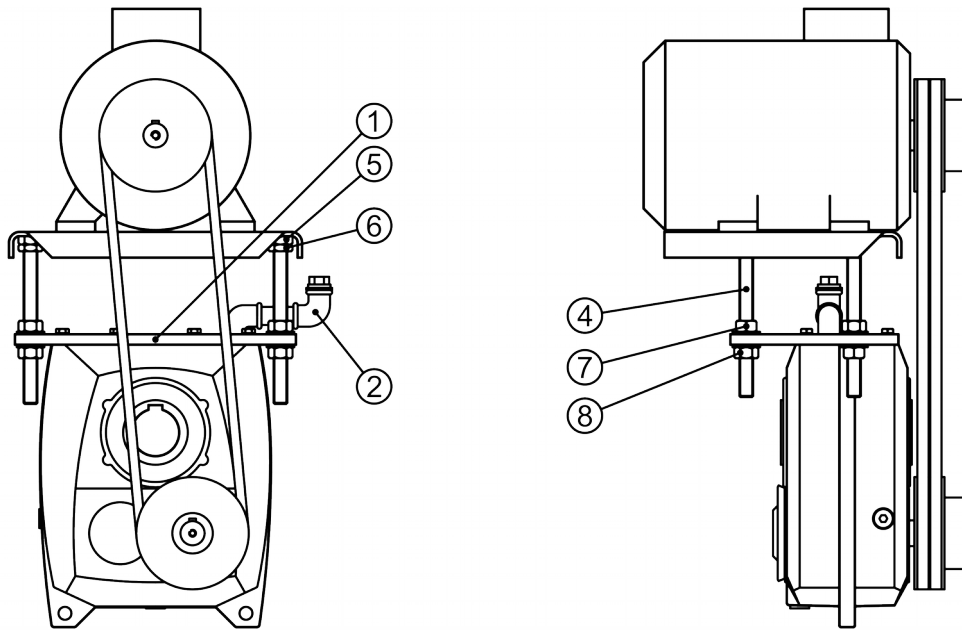

Figure 12: Montage base moteur sur tailles 116 à 324
Démonter le couvercle supérieur du carter (Figure 12), et monter à la place la plaque support (pos. 1). Enlever le bouchon de remplissage et d'aération et installer une tuyauterie standard pour rendre le bouchon de remplissage accessible (pos. 2).